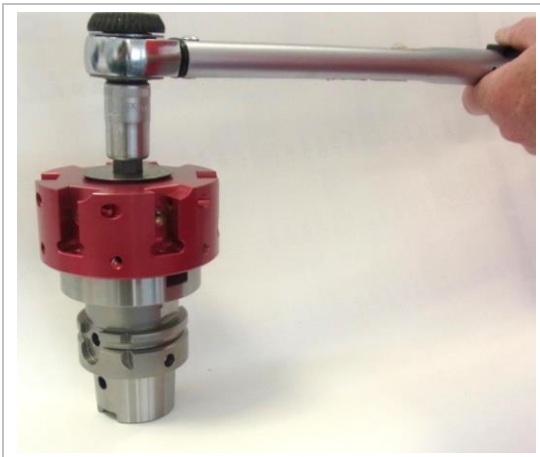

Abbildung 6: Fräseranzugsschraube lösen
1. Lösen Sie die Fräseranzugsschraube (siehe „Abbildung 6: Fräseranzugsschraube lösen“).